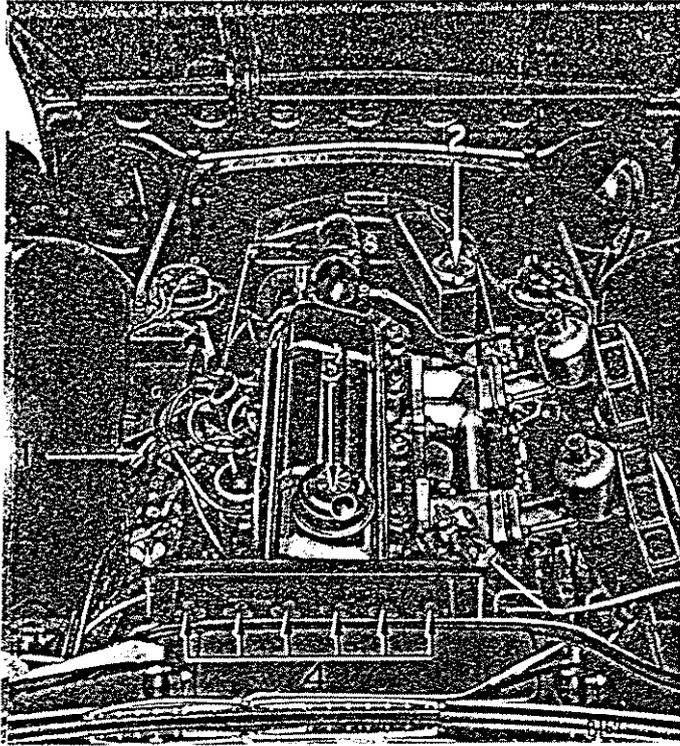

Abb.1 Blick unter die Motorhaube
Der Regelwiderstandschalter (15. Teil, Abb.1) ist anstelle des Lichtschalters (20. Teil, Abb.1) vorgesehen.
Die Scheibenwischer können auf zwei Geschwindigkeiten eingestellt werden. Sie werden von einem Zweiwegzugschalter (22. Teil, Abb.1) in Gang gesetzt. Wenn der Schalter in die erste Stellung gezogen wird, erfolgt eine schnelle Wischerbetätigung, zieht man aber den Schalter in die zweite Position, arbeiten die Wischer langsam.
Den Stand der Akkumulatorenflüssigkeit in den Zellen prüfen und gegebenenfalls durch die Stopfen (4), Abb. 1 destilliertes Wasser nachfüllen, um den Stand bis zum oberen Rand der Trennwände zu bringen. Die Batteriepole nachsehen und, wenn nötig, säubern und mit Vaseline bestreichen. Feuchtigkeit und Fremdkörper vom Batteriedeckel abwischen. Sich vergewissern, daß Verbindungen und Anschlüsse sauber und fest angezogen sind.